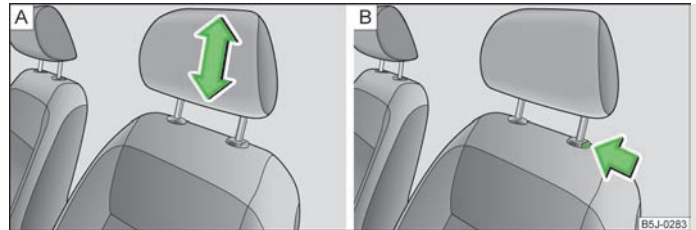

Abb. 38 **Kopfstütze: Einstellen / Ausbauen**
- › Die Kopfstütze seitlich mit beiden Händen anfassen und diese je nach Wunsch nach oben schieben » Abb. 38 - A.
- › Möchte man die Kopfstütze nach unten verschieben, dann die Sicherungstaste » Abb. 38 - B mit einer Hand drücken und gedrückt halten, und mit der anderen Hand die Kopfstütze nach unten drücken.
- Die Sicherungstaste in Pfeilrichtung drücken » Abb. 38 - **B** und die Kopfstütze herausziehen.